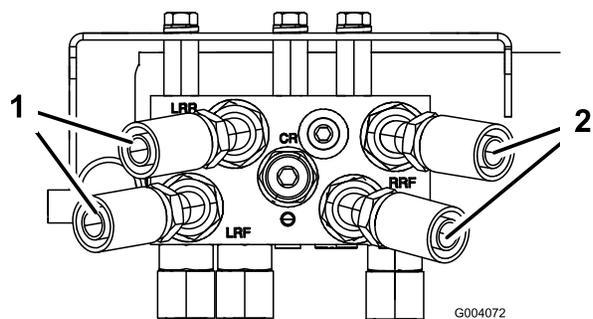

Figura 6
- Avvitare senza stringere l'estremità del raccordo a 45° di ciascun flessibile idraulico sui raccordi diritti nella parte posteriore del collettore (Figura 6).